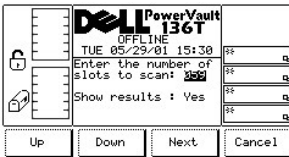

图 41. 命令 > 移动 > 扫描条形码 > 选择槽位对话框
- 1 如果按下**确定**软键下方的按钮，将接受该字段并显示后续对话框。请参考图 41。
- 1 如果按下**确定**软键下方的按钮，将接受该字段并显示“选择槽位对话框”。请参考图 41。
- 1 如果按下**下一个**软键下方的按钮，则列表中的下一个字段将成为活动字段。请参考前面的图 41。